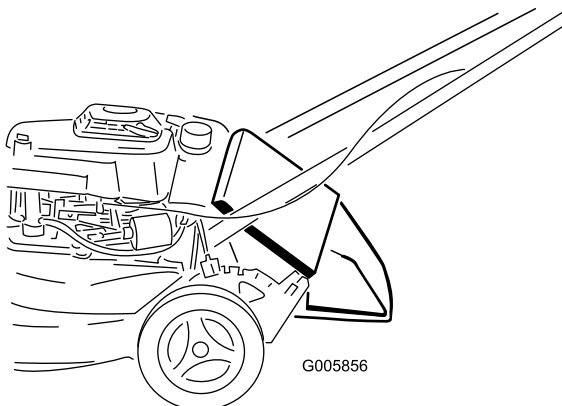

Bild 2
4. Lassen Sie die hintere Klappe ab (Bild 2).